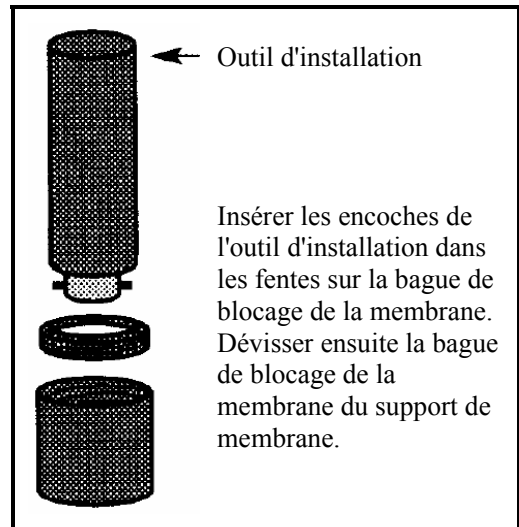

Figure 36 : Utiliser l'outil pour sortir (ou insérer) la membrane
5. A l'aide de l'outil d'installation, dévisser et retirer la bague de blocage de la membrane du support de membrane. Voir figure 36.